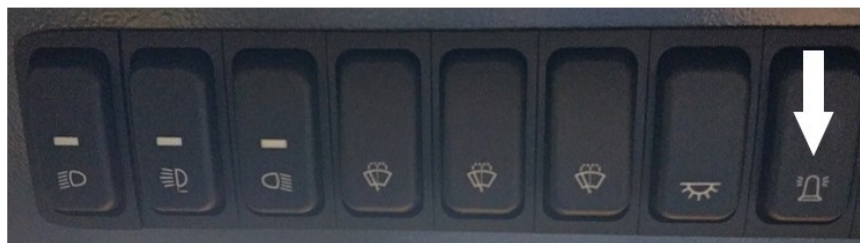

Рисунок 3.53. Включение проблескового маяка (показана стрелкой)
- ▶ Нажать клавишу, см. рис. 3.53.